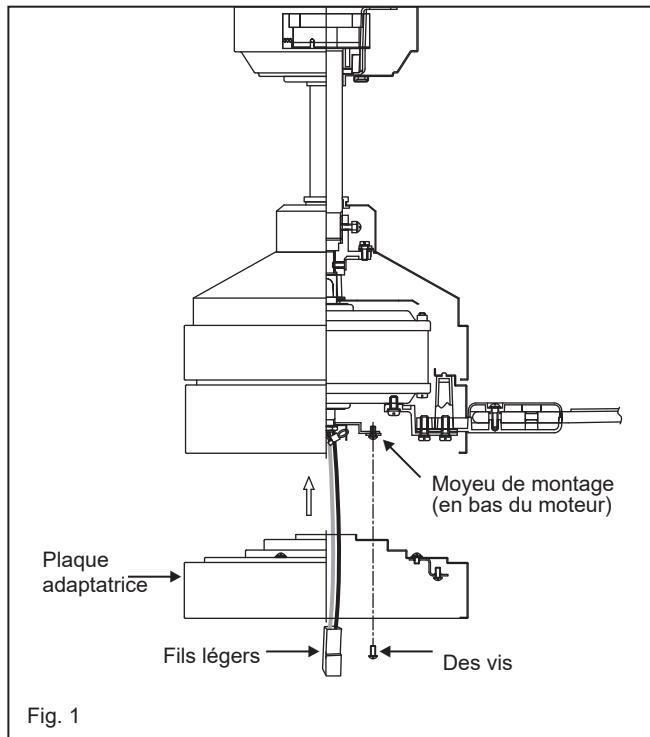

Fig. 1
- 2 Retirez l'une des trois vis du moyeu de montage situé sur le moteur du ventilateur. Desserrez les 2 autres vis. (Ne pas retirer) (Fig. 1)